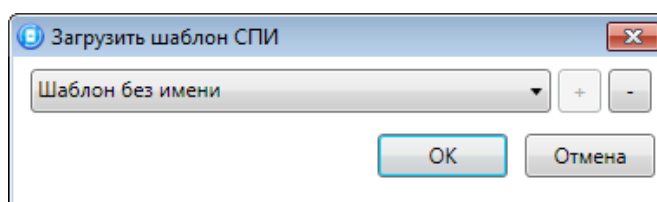

Рис. 5.35. Загрузить шаблон СПИ
**Загрузить шаблон настроек:** открытие окна *Загрузить шаблон СПИ* (Рис. 5.35), с помощью которого можно сконфигурировать контроллер по предварительно созданному шаблону. Для того чтобы применить шаблон, выберите его в списке и нажмите кнопку *OK*. Для того чтобы удалить один из сохраненных шаблонов, выберите его в списке и нажмите кнопку .